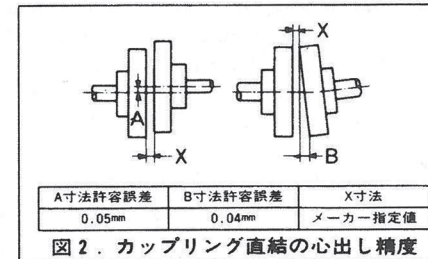

図2. カップリング直結の心出し精度
- (b)高速軸（入力軸）や低速軸（出力軸）を直結してご使用の場合は、「フレキシブル・カップリング」をご使用のうえ両側が同心になるようにしてください。〈図2参照〉